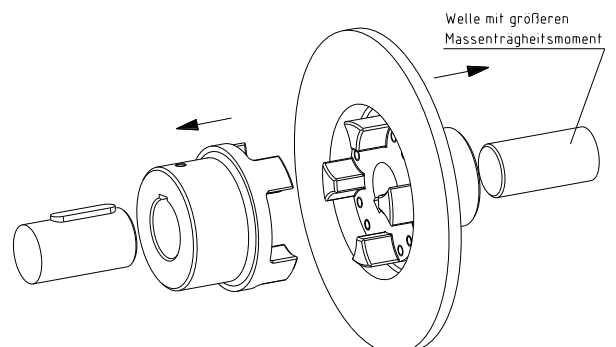

Bild 9: Montage von Nabe und FN-Nabe mit Bremstrommel/-scheibe
- Montieren Sie die Nabe und FN-Nabe mit der Bremstrommel/-scheibe auf die Welle der An- und Abtriebsseite. Die FN-Nabe ist auf das Wellenende zu setzen, an dem das größere Massenträgheitsmoment wirksam wird (siehe Bild 9).